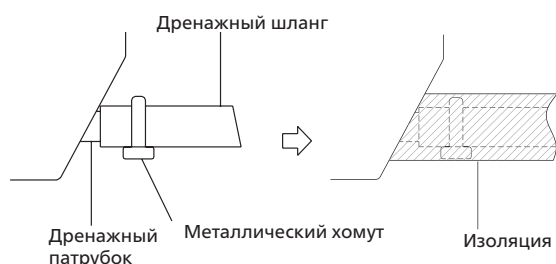

Рис. 6.1
2. Подсоедините трубу для вывода воды к дренажному патрубку. Наденьте на конец шланга теплоизоляционный материал и надежно закрепите его с помощью хомута. (Рис. 6.1).